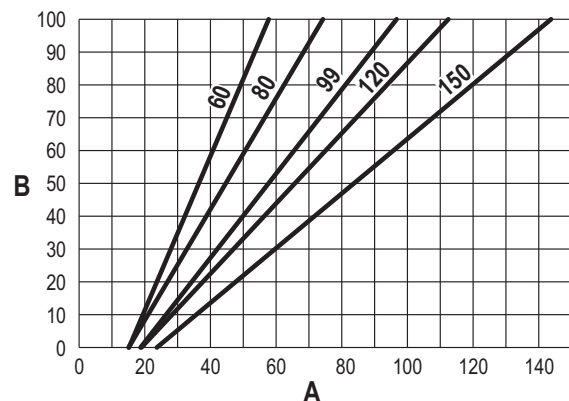

fig. 59
- Appuyer sur les **touches contextuelles 1 et 2** pour augmenter ou diminuer la puissance thermique (minimum = 00 - maximum = 100). Voir diagramme « Réglage Puissance Thermique » (fig. 59).